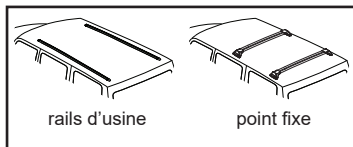

Figure 1
- Que ce soit pour les glissières d'origine ou les points fixes (voir la figure 1), vérifier que le toit ne se déforme pas quand on y applique une lourde charge.